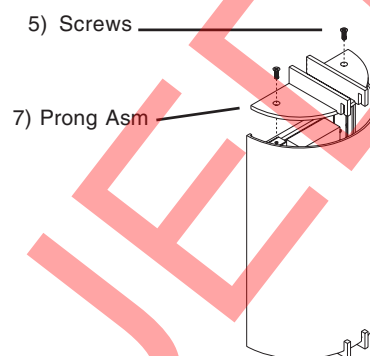

Fig 8
4. Position and hold **Diffuser (2)** in grooves on installed prong assembly while aligning holes in second prong assembly with holes in top of mounting bracket and secure with **Screws (5)** **See Fig 8**.
5. **DLSD1, DLSD2, DLSD5, DLSD10, DLSD11, DLSD12, & DLSD16** - Position **Diffuser (2)** over **Mounting Brackets (3)** while aligning holes in diffuser with holes in brackets, secure with **Screws (5)** **See Fig 8**.
4. Coloque y sujete el **Difusor (2)** en las muescas sobre el conjunto de dientes instalado y alinee los orificios del segundo conjunto de dientes con los orificios en la parte superior de la ménsula de montaje y sujétela con los **tornillos (5)**. Consulte la Fig. 8.
5. **DLSD1, DLSD2, DLSD5, DLSD10, DLSD11, DLSD12 y DLSD16 -** Coloque el **difusor (2)** sobre las **ménsulas de montaje (3)**, alinee los orificios del difusor con los
con los orificios de las ménsulas y ajústelas con los **tornillos (5)**. Consulte la Fig. 8.